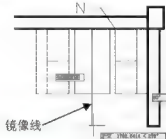

图 4.50 镜像复制座位
(6) 用【镜像】命令对称复制出桌子左侧的座位, 镜像线的选择如图 4.50 所示。